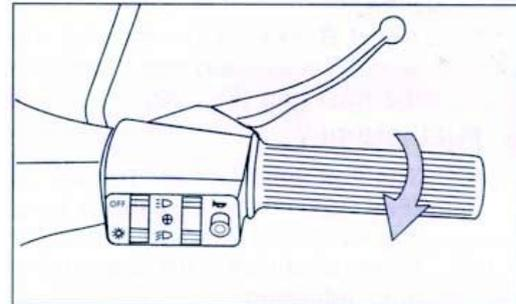

Abb. 25
4. **BESCHLEUNIGUNGSKONTROLLE:** Der rechte Handgriff ist zur Beschleunigung des Fahrzeuges konstruiert. Drehen Sie den Gasdrehgriff zu sich hin, um Ihr Fahrzeug zu beschleunigen. (Abb. 25). Lösen Sie die Drehung des Gasdrehgriffes um die Beschleunigung zu verringern.